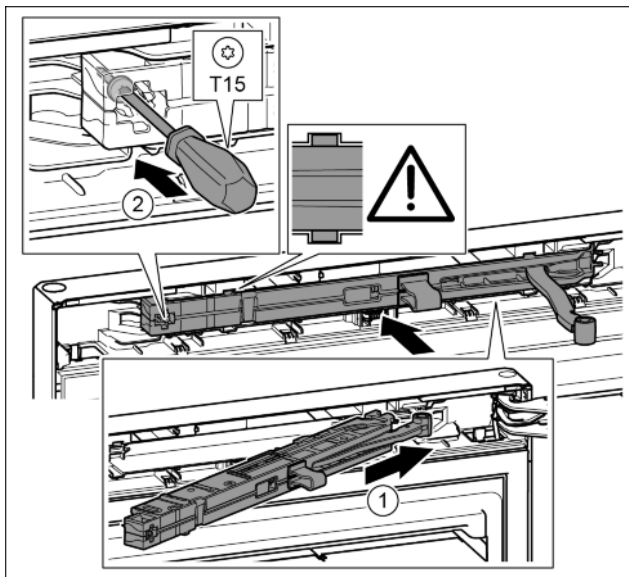

Fig. 41
- ▶ Jednotku tmiča uzatvárania zasuňte na strane ložiskovej konzoly až na doraz šikmo do vybrania. Fig. 41 (1)
- ▶ Skrutkovačom T15 pevne zaskrutkujte skrutku. Fig. 41 (2)